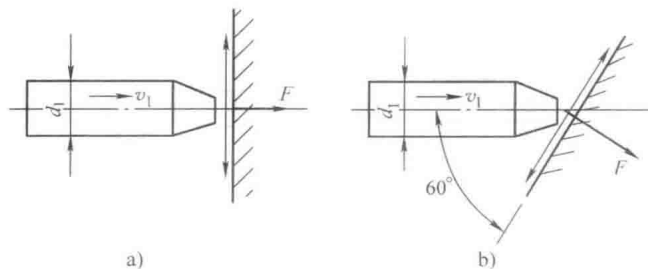

图 2-6 例 2-7 图
例 2-7 如图 2-6 所示, 油在喷管中的流动速度 $v_1 = 6 \text{m/s}$, 喷管直径 $d_1 = 5 \text{mm}$, 油的密度 $\rho = 900 \text{kg/m}^3$, 喷管前端置一挡板, 问在下列情况下管口射流对挡板壁面的作用力 F 是多少? (1) 当壁面与射流垂直时 (图 2-6a)。(2) 当壁面与射流成 60° 角时 (图 2-6b)。